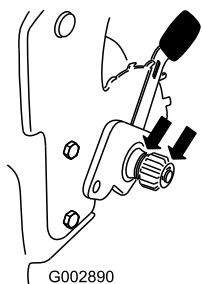

Figure 42
2. Appliquez une couche d'huile de graissage à l'intérieur et à l'extérieur des engrenages, de la manière indiquée (Figure 42).